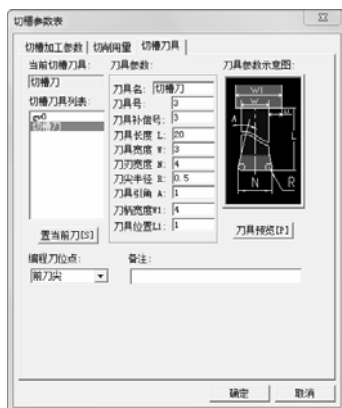

图 6-146 切槽刀具参数设定图
3) 单击“切槽加工参数”选项卡，如图 6-146 所示。选择刀具库中刀具方法如下：在“切槽刀具列表”下面的复选框中直接单击“切槽刀”按钮，使它变为蓝色，然后单击“置当前刀[S1]”按钮，即调出了上一节在刀具库中设置的切槽刀，具体参数如图 6-146 所示。